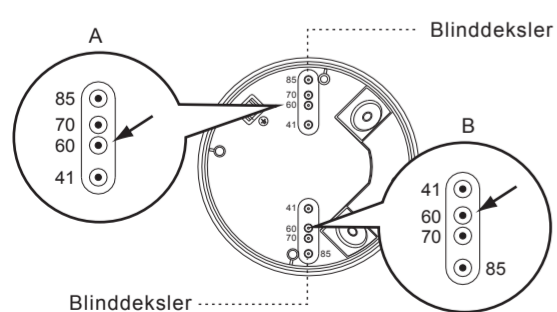

FIG.13-A
- 4.4.3.1 Det er 4 par utslagbare blinddeksler med ulik avstand fra 41 mm til 85 mm på koblingsboksen, som kan brukes til ulike monteringsapplikasjoner (se FIG.13-A). Velg to av samme tall på begge sider for tilsvarende avstand for festing (se FIG.13-B).